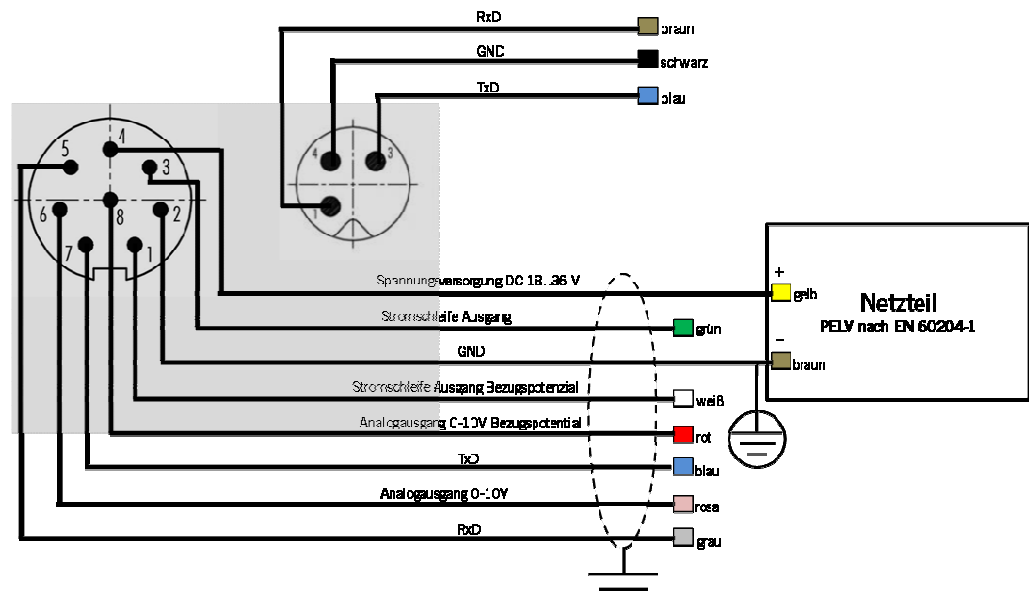

Abbildung 3.2 Transmitterrückseite mit Anschlussbelegung und optionaler RS-232 Schnittstelle über 3-poligen Stecker Serie 707 der Fa. Binder
Für die elektrische Installation von Maschinen ist nach EN 60204-1 festgelegt, dass der versorgende PELV-Stromkreis an einem Punkt mit der Schutz Erde (PE) zu verbinden ist. Nur der Masseleiter darf mit PE verbunden sein, siehe Abbildung 3.2.